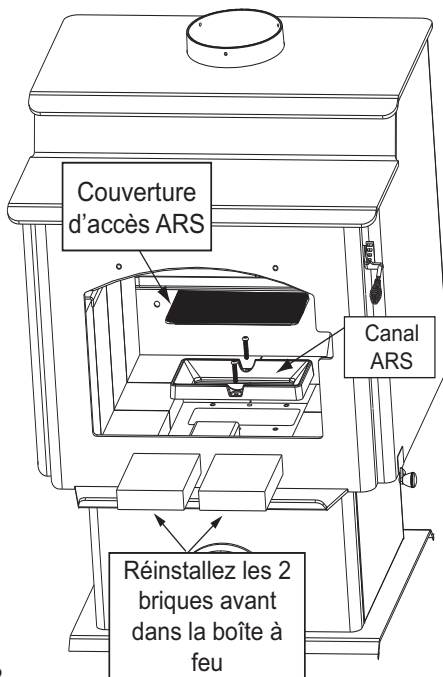

Figure 23.2
1. Remettez en place les briques retirées de l'avant à l'étape 1 de Commencez l'installation du système ARS de la page 18 (Figure 23.2 à la page 23).
3. Installez le couvercle d'accès à l'ARS à l'intérieur de la rainure située à l'intérieur de la boîte à feu (Figure 23.2 à la page 23).